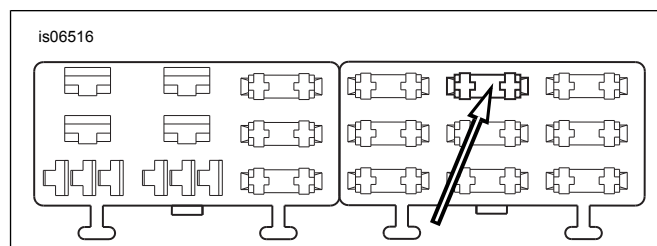

Figure 9. Cavité de bloc fusibles « P&A IGN » (Softail 2004 à 2010)
4. Voir Figure 9. Repérer la cavité de fusible (1) marquée « P&A IGN » sur le couvercle de bloc fusibles dans le bloc fusibles de droite. Insérer la borne sur le fil adaptateur orange/blanc jusqu'au fond. Examiner une autre borne posée à l'usine pour effectuer une comparaison et s'assurer de l'orientation et la profondeur correctes.